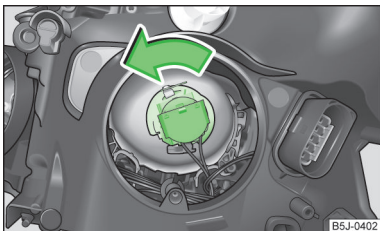

Abb. 163
- Den Stecker mit der Glühlampe bis zum Anschlag in Pfeilrichtung drehen » Abb. 163 und herausnehmen.